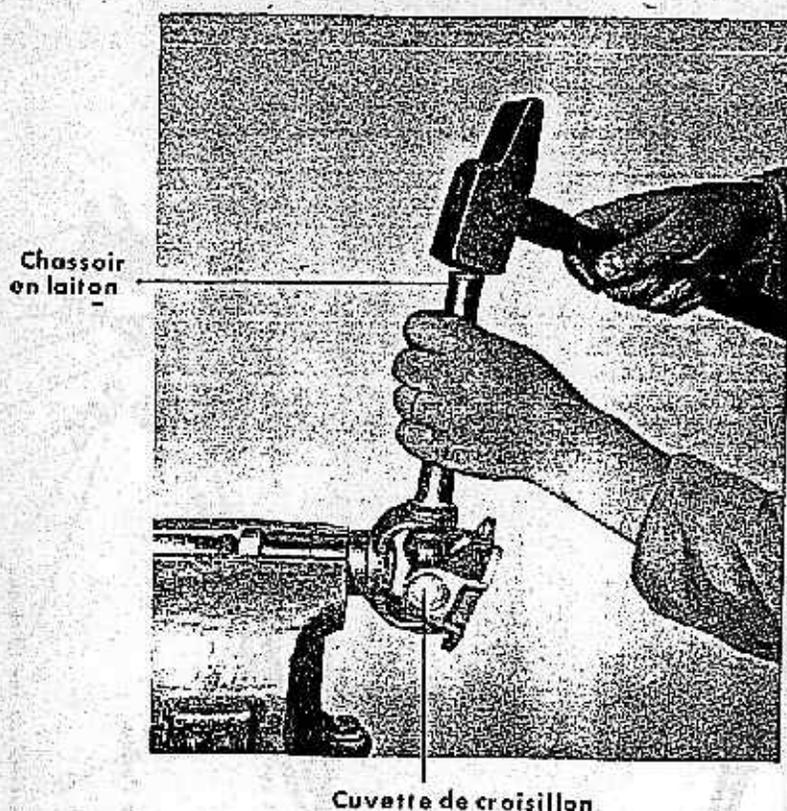

FIGURE 32. — Dépose des cuvettes de croisillon
2) Enlever le croisillon de la fourche (fig. 32).
2) Enlever le croisillon et la chape coulissante (fig. 32).